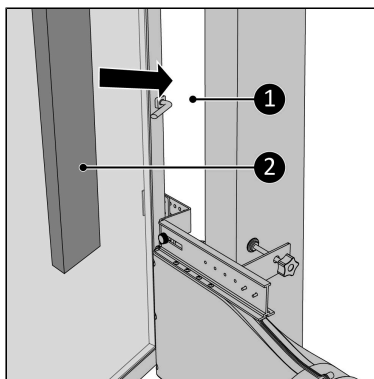

Figura 84.
16. Umpleți spațiile libere (Figura 84, nt. 1) cu spuma izolatoare livrată (Figura 84, nt. 2), tăiați spuma dacă este necesar*.